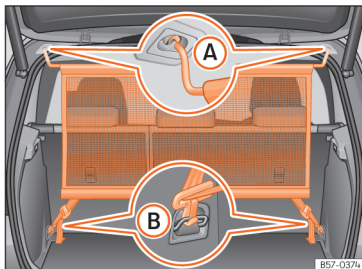

Fig. 128 Rede de separação montada.
- Engate a rede de separação no alojamento esquerdo do teto »» **Fig. 128 (A).** Assegure-se de puxar a vareta transversal para baixo para além da posição superior.
• Engate a rede de separação no alojamento direito do teto, comprimindo a vareta transversal »» **Fig. 128 (A).**
• Engate os dois ganchos da rede de separação nas argolas de fixação da bagageira »» **Fig. 128 (B)** e tensione bem os cintos de fixação.